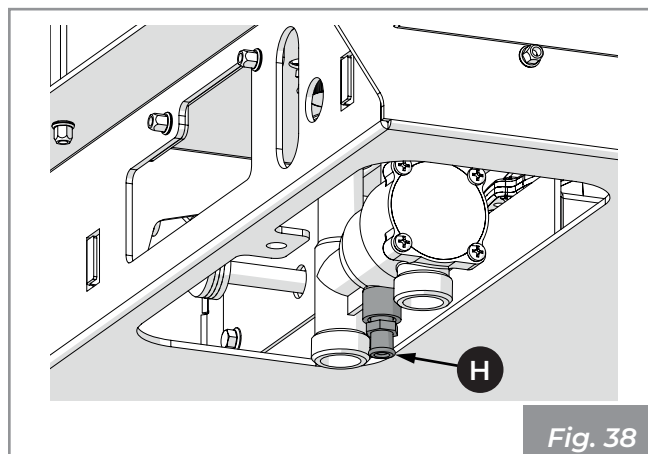

Fig. 38
- 1) Conecte una manguera de goma al desagüe del sistema (H) y abrirla, abrir la válvula de purga, permitiendo así que el agua salga hasta que la unidad se vacíe por completo. Cerrar la válvula de purga y el grifo (Fig. 38).